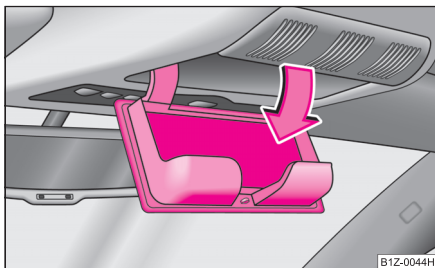

Fig. 82 Plafonul:
- Apăsați capacul compartimentului, compartimentul se va deschide ⇒ fig. 82.